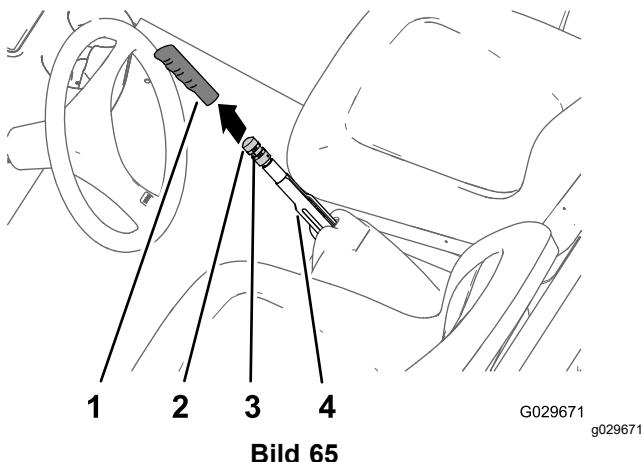

Bild 65
1. Nehmen Sie den Griff vom Feststellbremshebel ab (Bild 65).
2. Lösen Sie die Stellschraube, mit der das Feststellbremsheandrad am Feststellbremshebel befestigt ist (Bild 65).
3. Drehen Sie das Einstellhandrad für die Bremse, bis eine Kraft von 133 bis 156 N erforderlich ist, um den Feststellbremshebel zu betätigen (Bild 65).
4. Ziehen Sie die Stellschraube fest und befestigen den Handgriff (Bild 65).
2. Lösen Sie die Stellschraube (Bild 65), mit der das Bremseinstellhandrad am Feststellbremshebel befestigt ist, lösen Sie die Feststellbremse und das Bremseinstellhandrad.
5. Drehen Sie das Einstellhandrad für die Bremse (Bild 65), bis eine Kraft von 133 bis 156 N erforderlich ist, um den Feststellbremshebel zu aktivieren.
- C. Drehen Sie das Einstellhandrad für die Bremse (Bild 65), bis eine Kraft von 133 bis 156 N erforderlich ist, um den Feststellbremshebel zu aktivieren.
- Ziehen Sie die Stellschraube fest und befestigen den Handgriff (Bild 65).